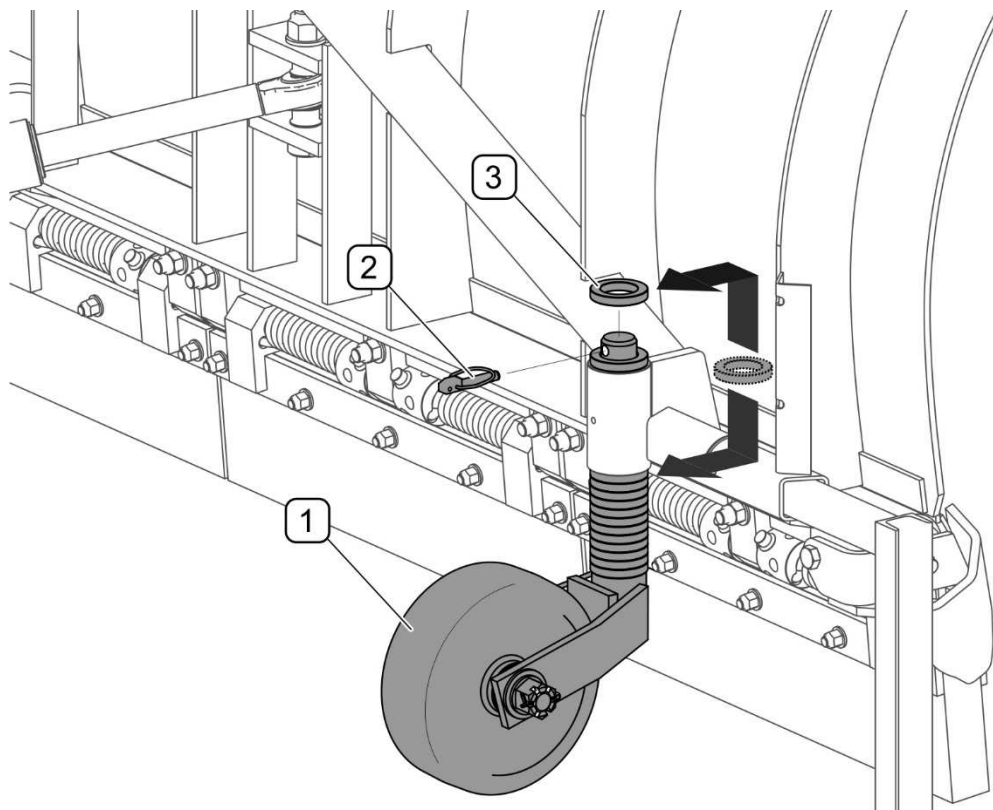

FIGURE 4.16 Réglage de la hauteur de service
Dans les chasse-neige équipés de roues porteuses, le réglage en hauteur (FIGURE 4.16) s'effectue en ajustant la hauteur des roues. La hauteur des roues est ajustée au moyen d'entretoises tous les 10 mm. Pour relever la roue (1), il faut retirer la goupille fendue (2) et transférer les entretoises au-dessus du support de roue. Il est recommandé de régler les roues de sorte que la lame touche légèrement la surface balayée. La hauteur des roues droite et gauche devrait être la même.